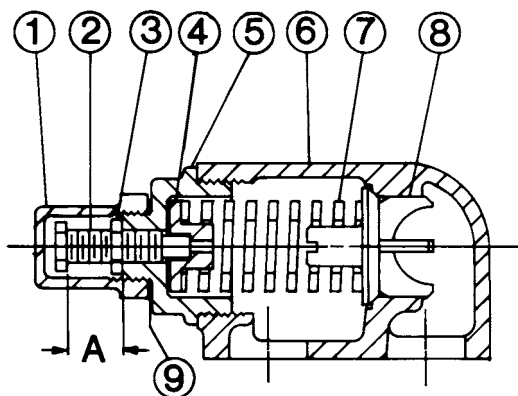

РИСУНОК 13
2. Измерьте и запишите длину выступающей части регулировочного винта. Этот размер помечен буквой «А» на рис. 13 и 14.